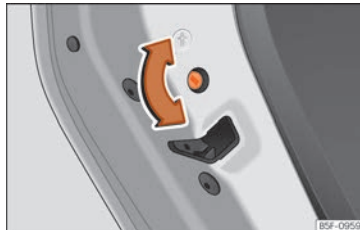

Abb. 91 Kindersicherung in der linken Tür
- Drehen Sie bei geöffneter Tür den Schlitz mit dem Fahrzeugschlüssel an den linken Türen im Uhrzeigersinn » Abb. 91 und bei den rechten Türen gegen den Uhrzeigersinn.
- Drehen Sie bei geöffneter Tür den Schlitz mit dem Fahrzeugschlüssel an den linken Türen gegen den Uhrzeigersinn » Abb. 91 und bei den rechten Türen im Uhrzeigersinn.